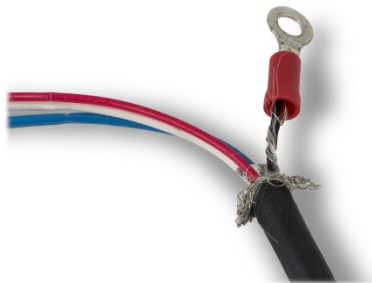

Figure 2-81 : Borne circulaire sertie sur les câbles noir et de masse
12. Enroulez le câble de masse autour du câble noir. Sertissez la borne circulaire fournie sur l'extrémité de cet ensemble, comme sur la Figure 2-81.